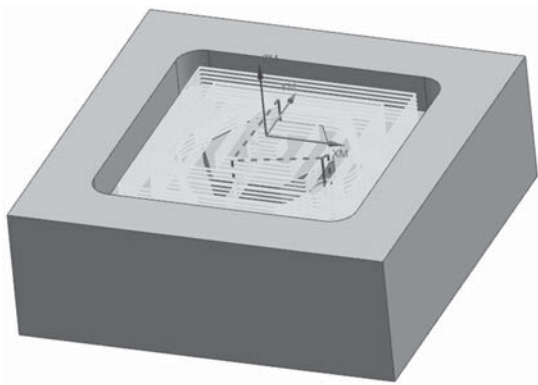

图 2-1-57 刀轨预览
(5) 在“刀轨设置”对话框中的“切削层”区域单击 图标，进入“切削层”界面，在“公共”文本框中填入 1 (铣刀每层铣削深度)，单击“确定”按钮返回“平面铣”界面。单击“操作”区域中的 图标，预览刀具路径参数的设置效果，如图 2-1-57 所示。